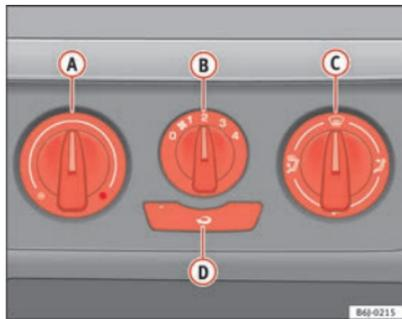

Abb. 86 In der Instrumententafel: Bedienelemente der Heizung
- Drehen Sie den Temperaturregler **A** ⇒ Abb. 86 nach links.
- Drehen Sie den Temperaturregler **A** ⇒ Abb. 86 nach rechts, bis die gewünschte Heizleistung erreicht ist.
- Drehen Sie den Temperaturregler **A** ⇒ Abb. 86 ganz nach rechts auf die höchste Heizleistung.
- Drehen Sie den Temperaturregler **A** ⇒ Seite 124, Abb. 86 in den Heizbereich.